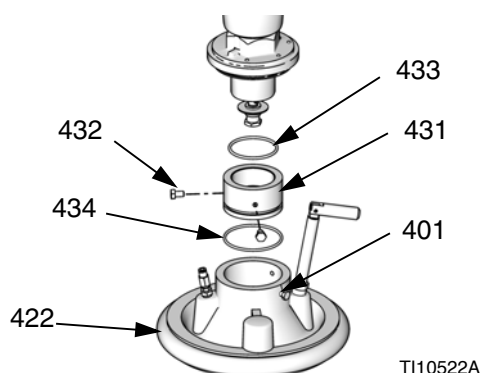

Рис. 20: Монтажный комплект для емкости на 20 и 30 литров
1. Вставьте кольцевое уплотнение (433) и два винта (432) в адаптер (431) из монтажного комплекта 255393 и протолкните адаптер во впускное отверстие насоса. См. Рис. 20.
2. Установите на опорную емкость кольцевое уплотнение (434) из монтажного комплекта 255393. Ослабьте винты монтажного кронштейна (426) и осторожно опустите насос на кольцевую прокладку (434) и опорную емкость.
3. Закрепите фланец впускного отверстия насоса на опоре с помощью винтов (401).